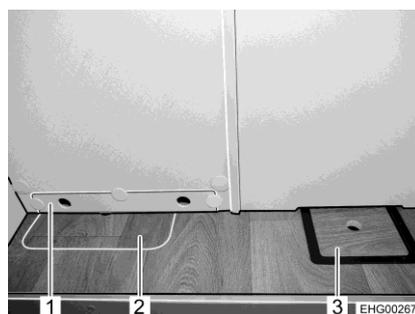

Fig. 154 Accesso al serbatoio delle acque grigie nel garage di coda
- Rimuovere il diaframma (Fig. 154,1).
- Aprire lo sportello del pavimento per serbatoio delle acque grigie (Fig. 154,2)
- Aprire lo sportello del pavimento per il rubinetto di scarico (Fig. 154,3).
- Chiudere lo sportello del pavimento per il rubinetto di scarico (Fig. 154,3).
- Chiudere lo sportello del pavimento per serbatoio delle acque grigie (Fig. 154,2).
- Installare nuovamente il diaframma (Fig. 154,1).